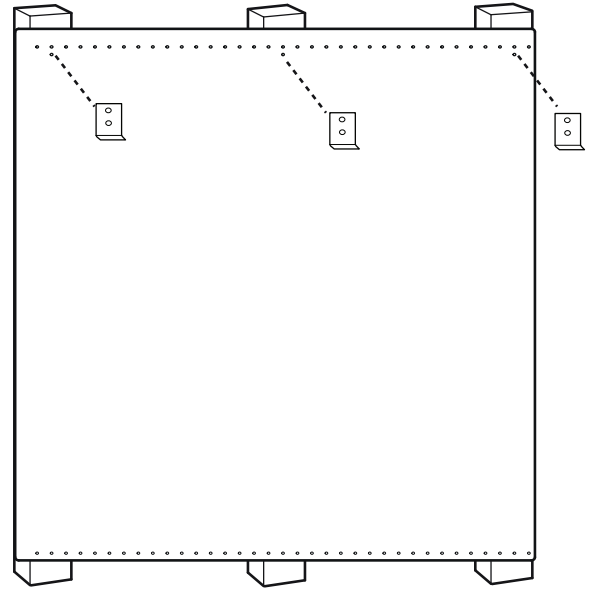

Figure 16 : Dossieret de protection avec étagère garde-chaud
3. À l’endroit indiqué sur la *Figure 16* fixez les supports inférieurs fournis avec l’étagère garde-chaud à travers le dossieret de protection, dans les montants de cloison.